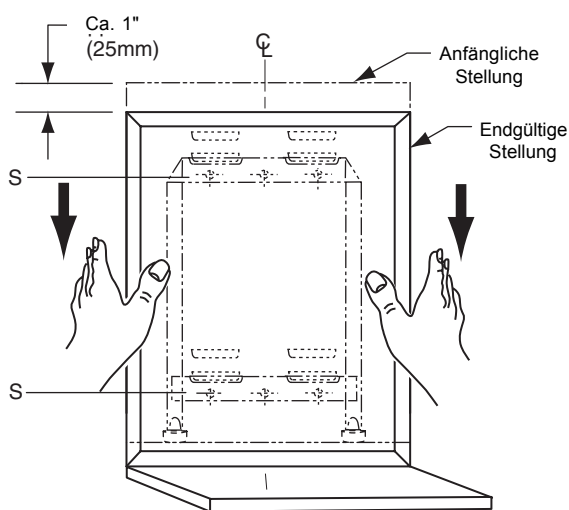

Abbildung: 3
**Schnappverschlussdesign** — Sperrvorrichtungen sichern den Spiegel automatisch an einer verdeckten Wandaufhängung, wenn er in die endgültige Anbringungsstellung abgesenkt wird. Die Sperrvorrichtungen können mithilfe von zwei Flachschraubendrehern, die unten an beiden Seiten des Spiegels (am unteren Rand oder darunter) eingedrückt werden, und durch Ziehen des Spiegels nach vorne und dann nach oben abgenommen werden (siehe Abbildung 3).